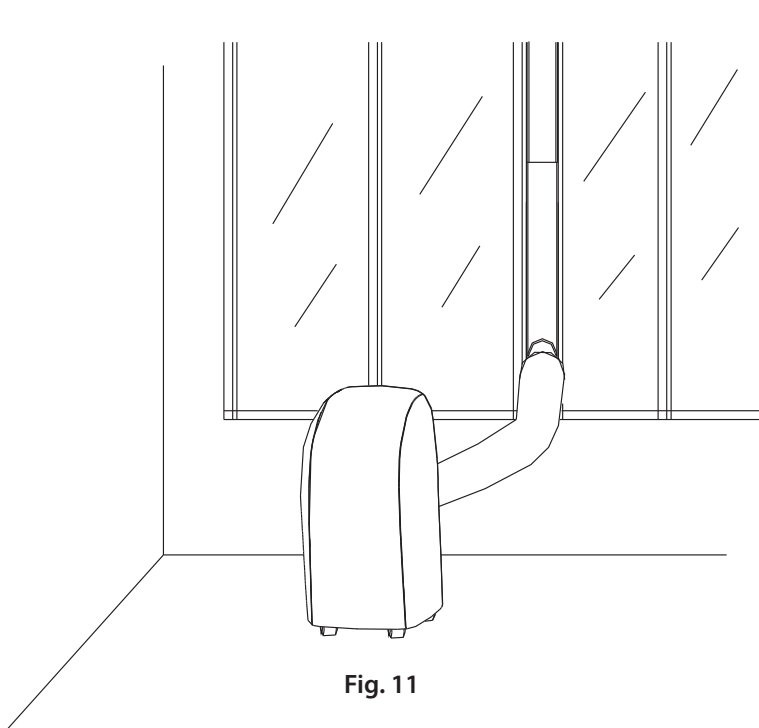

Fig. 11
12. La unidad completa ahora está correctamente ensamblada, como se muestra en la Fig. 11.